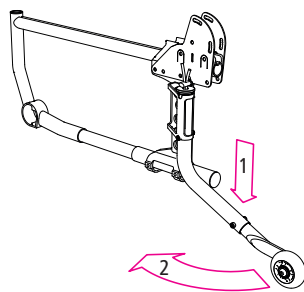

Abb.21
1. Drücken Sie das Anti-Kipp-Rad mit der Hand nach unten (1, Abb. 21).
2. Das Anti-Kipp-Rad lässt sich nun nach innen abschwenken (2, Abb. 21).